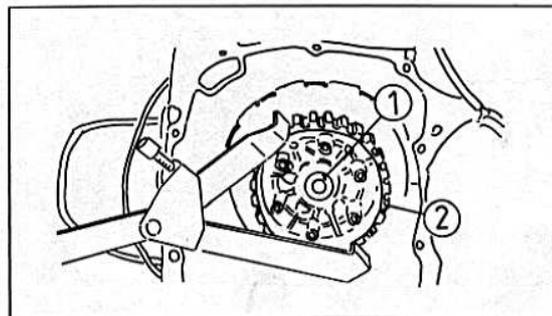

Bild 181
- Die Nabenmutter lösen. Dazu die Kupplungsnabe mit dem Haltewerkzeug YM-91042 90890-04086 gehalten (Bild 181).